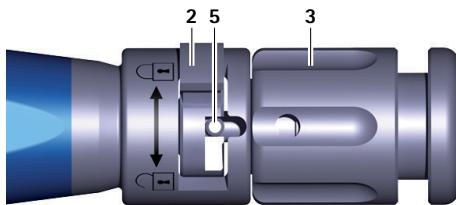
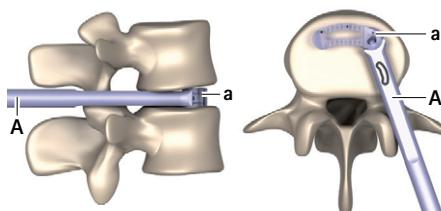

Abb. 3 Nahansicht Einsetzinstrument, Schalter geschlossen
Abb. 11 Implantat in Endposition
- ▶ Schalter 2 nach rechts drehen (Richtung ⌈), siehe Abb. 3.
- ▶ Drehmutter 3 gegen den Uhrzeigersinn drehen (Richtung „forward“), bis sich Pin 5 vollständig in Schalter 2 befindet, siehe Abb. 3. Dabei darauf achten, dass Pin 5 Schalter 2 nicht verklemt.
- ▶ Schalter 2 nach rechts drehen (Richtung ⌂), siehe Abb. 3.
- Sobald Endposition (siehe Abb. 11) erreicht ist: Drehmutter **3** gegen den Uhrzeigersinn drehen (Richtung „forward“), bis sich Pin **5** vollständig in Schalter **2** befindet, siehe Abb. 3. Dabei darauf achten, dass Pin **5** Schalter **2** nicht verklemmt.